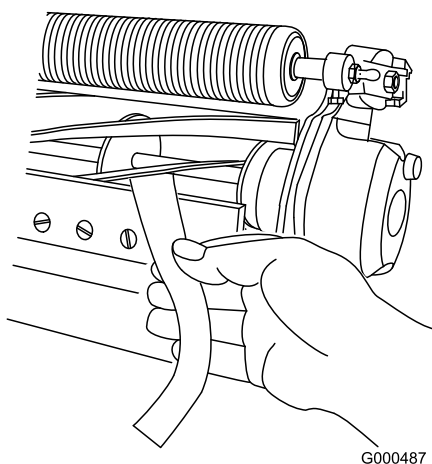

Figura 11
3. A una estremità del cilindro, inserite una lunga striscia di carta da giornale tra il cilindro e la controlama (Figura 11). Mentre ruotate leggermente in avanti il cilindro, ruotate la vite di regolazione della barra di appoggio in senso orario (sullo stesso lato del cilindro, uno scatto per volta) finché la carta non viene leggermente compressa, se inserita dalla parte anteriore, parallelamente alla controlama. Avvertirete una leggera resistenza mentre la carta viene tirata.
dalla parte anteriore, e che tagli la carta, quando viene inserita ad angolo retto rispetto alla controlama (Figura 11). Deve essere possibile tagliare la carta con un contatto minimo tra la controlama e le lame del cilindro. Qualora il cilindro opponga eccessiva resistenza, è necessario lappare o levigare di nuovo l'apparato di taglio per ottenere l'affilatura che consente di eseguire un taglio preciso (vedere il Manuale per l'affilatura dei cilindri Toro).